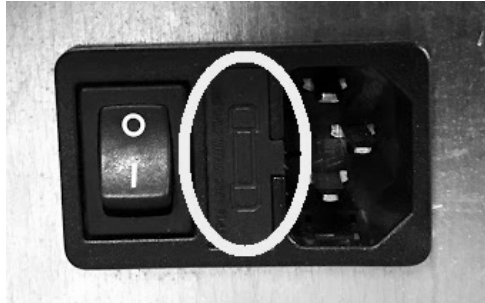

Fig. 54 - Ventanilla con los fusibles de remover
- Para la sustitución de los fusibles en la toma de corriente que se encuentra en la parte posterior de la estufa, abrir la ventanilla con la ayuda de un destornillador (véase **Fig. 54**) y extraer los fusibles que tienen que ser cambiados.